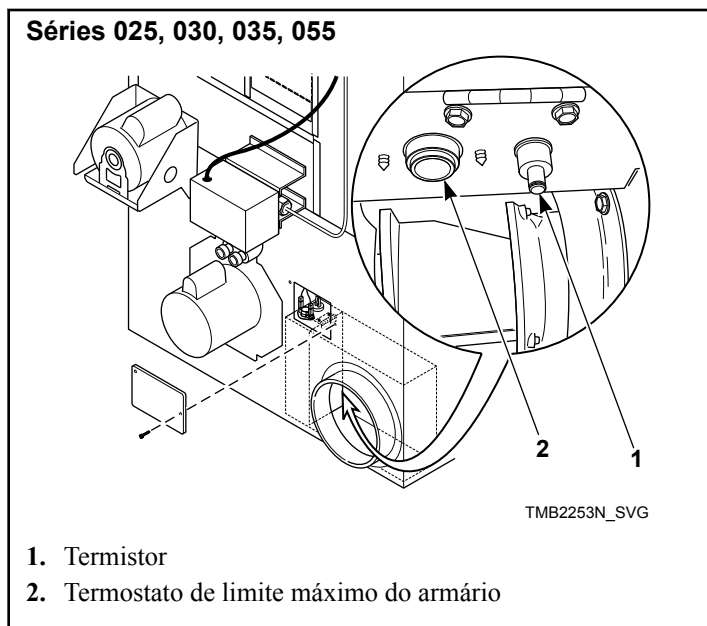
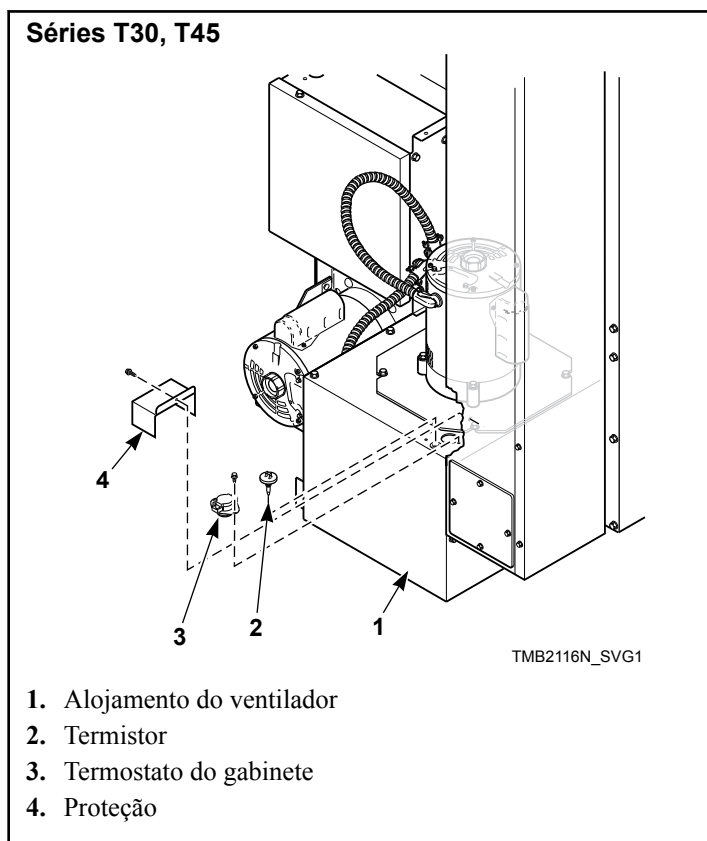

Figura 65
Figura 66
- e. Limpe os fiapos do compartimento do termistor e termostato de limite máximo. Consulte *Figura 65* e *Figura 66*.